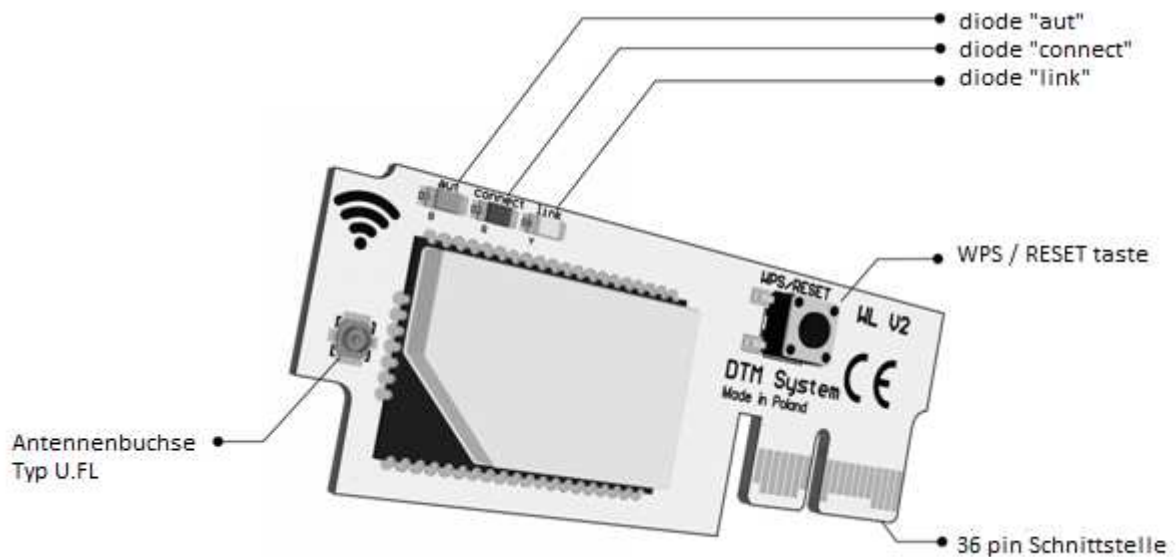

Abb. 1 Karte WL mit Beschreibung einzelner Funktionselemente.
- **Schritt 8:** das Endstück des Durchgangsantennenleiters in die Antennensteckdose vom Typ U.FL auf der Karte WL stecken (Abb. 1), man soll dabei richtige Lage des Antennenleiters beachten (Abb. 2d).